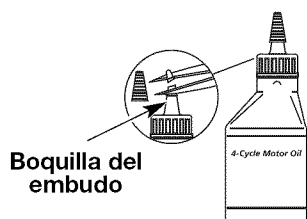

Fig. 7
Su unidad trae una botella de aceite SAE 30 SF, SG, SH de 60 ml (2,03 onzas fluidas) (Fig. 7).
1. Desenrosque la tapa de la botella de aceite y retire el sello de papel que cubre la apertura. Vuelva a colocar la tapa. Corte la punta de la boquilla del embudo (Fig. 7).